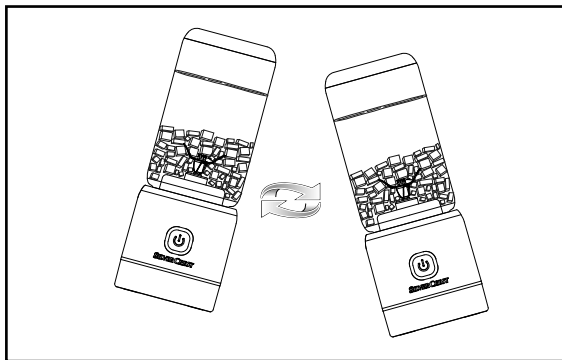

Fig. 1
- 4) Para distribuir melhor os ingredientes, pode mover o aparelho durante a trituração dos alimentos. Para tal, agarre o aparelho com a mão e faça movimentos oscilantes para cá e para lá (ver fig. 1). Certifique-se de que o copo de mistura **4** não se solta do bloco do motor **9**.